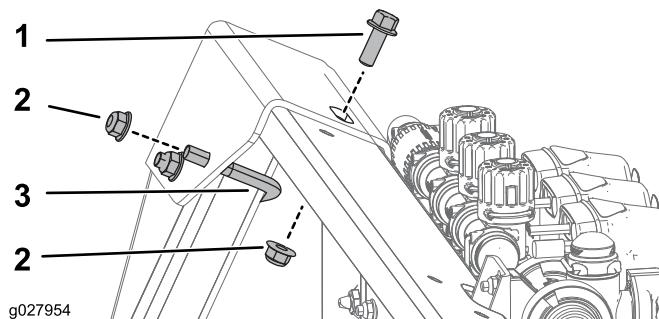

Figure 3
2. Fixez l'arrière du support supérieur au moyen de 1 étrier fileté, 1 boulon (3/8-16 x 1 po, GR5) et 3 écrous à embase (3/8-16 po), comme montré à la Figure 3.